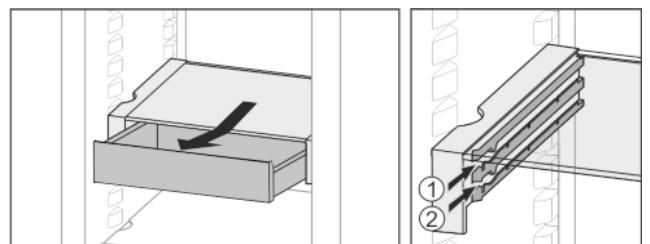

Fig. 23
- ▶ In beliebiger Höhe Fig. 23 (1) oder Fig. 23 (2) einschieben.